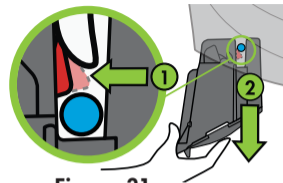

Figure 31
Utilisez votre doigt pour appuyer sur la languette de dégagement afin de désengager le bac DUA de la barre de fixation de la base (1), puis faites glisser le bac DUA vers l'extérieur (2), comme le montre la **Figure 31**.